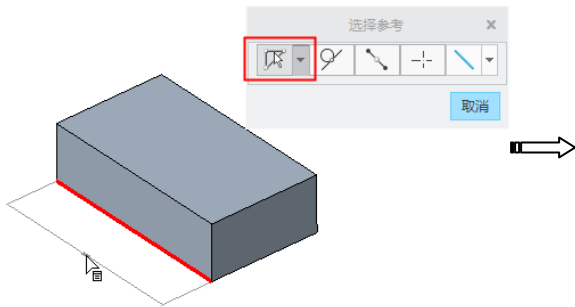

图 4-185 放置尺寸
- 在“注释平面”选项卡中单击“TOP”按钮，再在“注释”组中单击“尺寸”按钮，弹出“选择参考”对话框，保持默认设置，直接选取模型底部上的边进行标注，如图 4-185 所示。